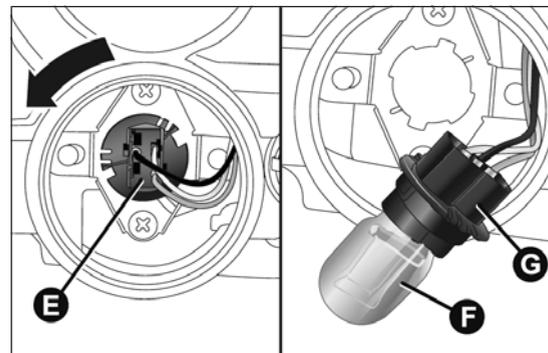

fig. 172
- tourner la douille E fig. 172 dans le sens antihoraire, enlever l'ampoule F du connecteur G et la remplacer ;